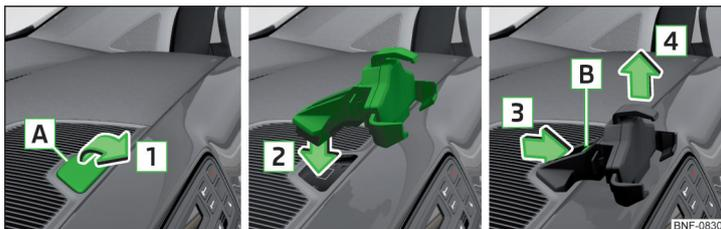

Fig. 76 Retirer les caches / Fixer l'adaptateur / Retirer l'adaptateur
- par ex. insérer une pièce de monnaie dans la fente **A** et soulever dans le sens de la flèche **1** » fig. 76.
- Appuyer sur le bouton de déverrouillage **B** dans le sens de la flèche **3** et retirer l'adaptateur dans le sens de la flèche **4** » fig. 76.